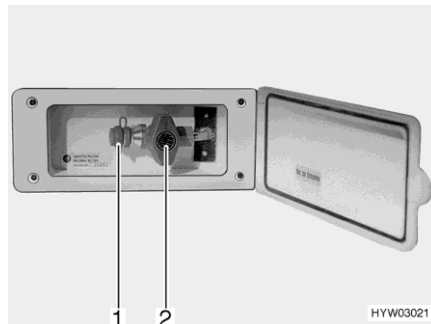

Fig. 110 Presa gas esterna (rubinetto di arresto del gas chiuso)
- Collegare l'apparecchio a gas esterno all'attacco (Fig. 110,1).
- Aprire il rubinetto di arresto del gas (Fig. 110,2).